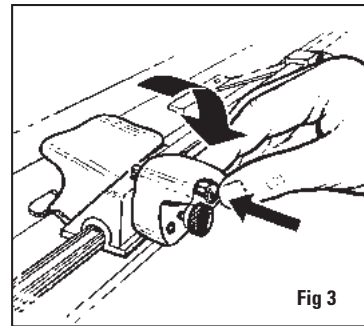

Fig 3
3. Deslice la cabeza de corte hasta más allá del extremo más alejado del tablero de lámina perimétrica y rote el sujetador de la cuchilla de corte recto hasta que el pasador de seguro abraque sobre la parte alta de la cabeza de corte asegurando el sujetador de cuchilla en la posición de corte. Fig. 3
3. Far scorrere la testa di taglio oltre l'estremità del cartoncino e ruotare verso il basso il portalamo per tagli diritti finché il perno di bloccaggio non scatti in cima alla testa di taglio bloccando il portalamo in posizione di taglio. Fig. 3
5. Faites glisser la tête de découpe de façon à ce que le bord du métal près du point vert sur la plaque repère soit exactement sur la ligne tracée. Fig. 3
6. point vert de la plaque repère soit exactement sur la ligne tracée. Fig. 3
5. Verschieben Sie den Schneidkopf so, dass die Metallkante des Anzeigepflichtens, die sich oberhalb des grünen Punktes befindet, genau mit der oberen Bleistiftlinie übereinstimmt. Abb. 3